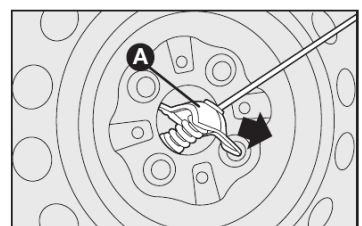

fig. 8
- Colocar a roda sobressalente na posição vertical e retirar o dispositivo **A-fig. 8**, fazendo-o passar pelo furo central da roda, no sentido da seta.